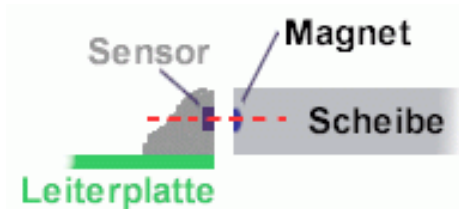

Abbildung 4 Korrekte Ausrichtung von Magnetring und Sensor.
- Dabei darauf achten, dass sich die Magnete in dem Magnetring auf Höhe des Sensors befinden, siehe Abbildung 4.